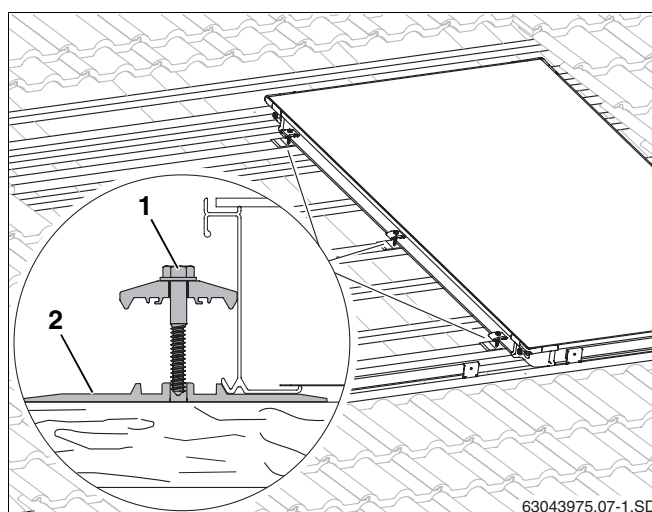

Fig. 26 Grampos de fixação bilaterais no primeiro colector
- ▶ Levantar ligeiramente o colector e empurrar a placa de calço (fig. 26, **item 2**) com o grampo de fixação bilateral nas 2ª e 3ª ripas adicionais, bem como no centro do colector sobre uma ripa existente, para baixo do colector, até que a elevação bata contra o bordo do colector em baixo.
- ▶ Para o parafuso (fig. 26, **item 1**) é necessário efectuar um furo prévio com uma broca de 4 mm. Para marcar, utilizar entalhes na placa de calço.